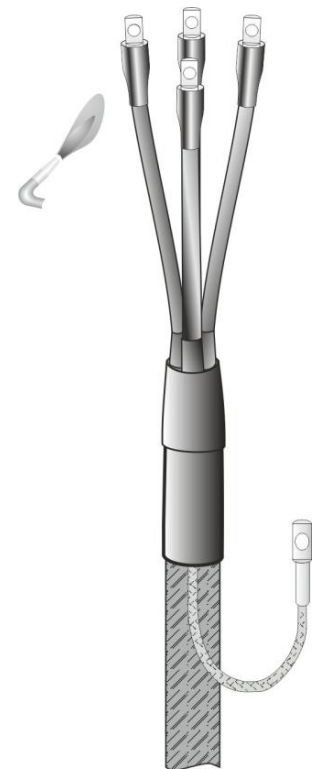

Рис.10
9. Надвинуть термоусаживаемые манжеты на трубчатую часть наконечников и усадить, начиная от середины. После усадки по торцам манжет должен выступить клей (Рис.10).